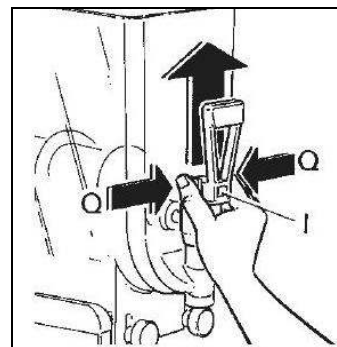

Fig. 12
- Appuyer simultanément sur les ailettes du bloc Q et soulever le robinet I afin de l'extraire de son propre emplacement (voir fig.12).